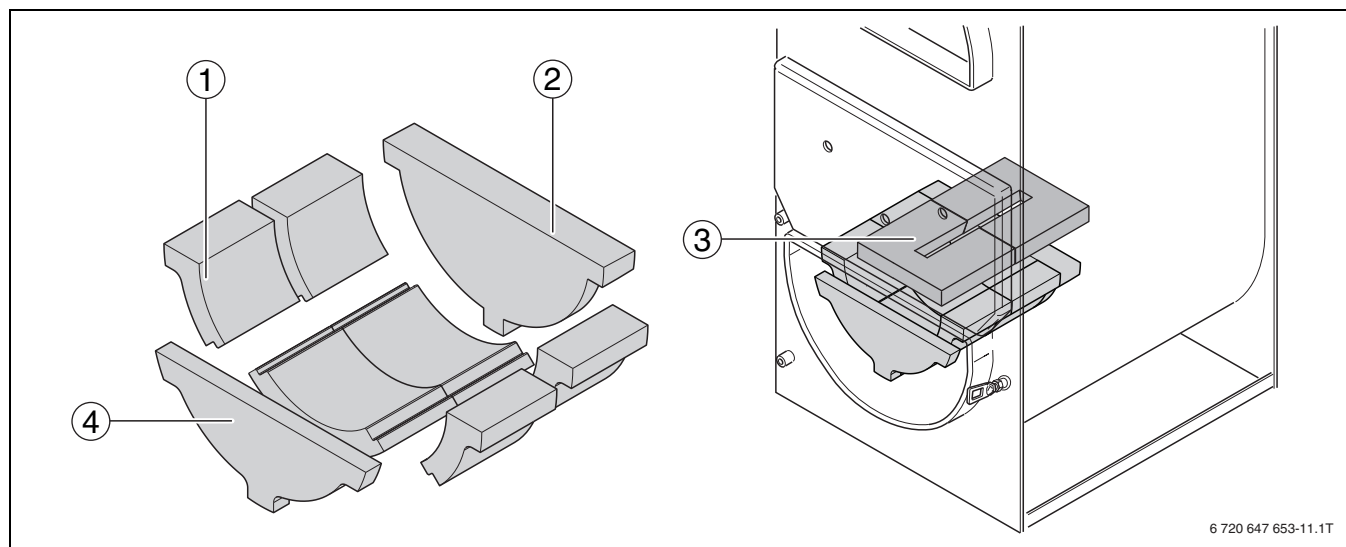

Рис. 32 Положение шамотных камней в топке
- ▶ Уложите шамотные камни на их место (→ рис. 32, стр. 24).